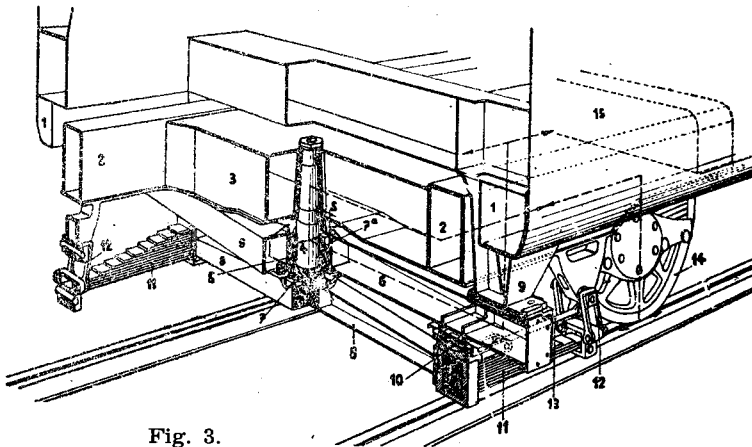

Fig. 3.
Lokomotivkassen er en selvbærende konstruksjon i sveiset utførelse og veier inklusiv elektrisk del ca. 36 tonn. Kassens opplagring på boggiene framgår av fig. 3. Den er opplagt på 4 punkter hvor bæreknektene (9) gjennom tverrbjelken (bolsterbjelken) (6) overfører lokomotivkassens vekt til 4 stk. bladbærefjærer (bolsterfjærer) (11) over sfærisk støtte-lager (10) som ligger i støvtett oljebad.